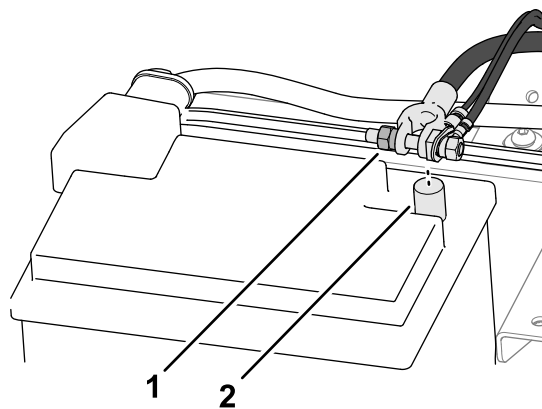

Figura 6
1. Afloje la tuerca delantera del terminal del cable negativo de la batería (Figura 6).